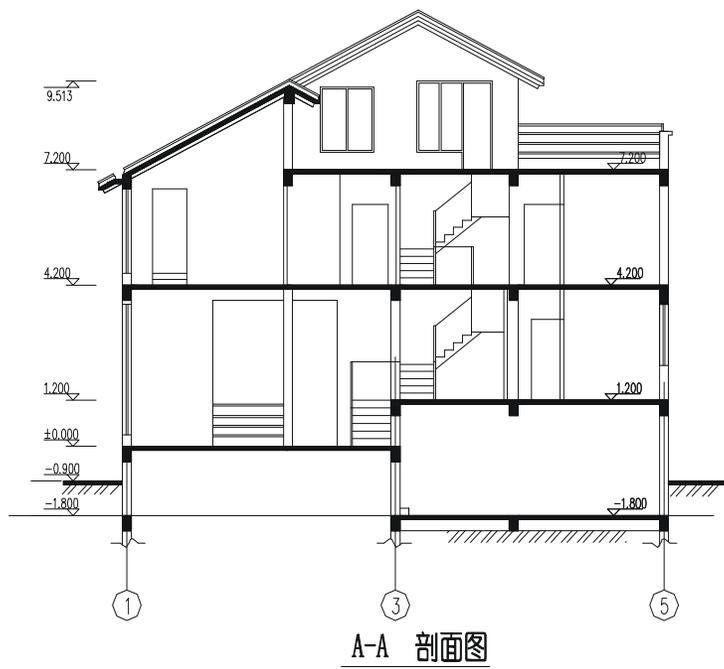

图 10-2-34
**STEP 29** 到此整个 A-A 剖面图基本绘制结束，只需进行最后的尺寸标注和文字标注，如图 10-2-34 所示。